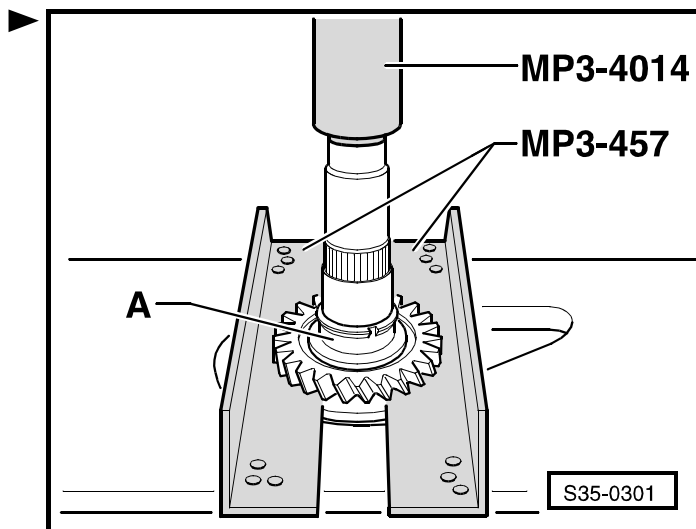

Рис. 6: Выпрессовывание каретки синхронизатора для передачи заднего хода
- выпрессовывание ⇒ Рис. 6 в **35-3** страница 5